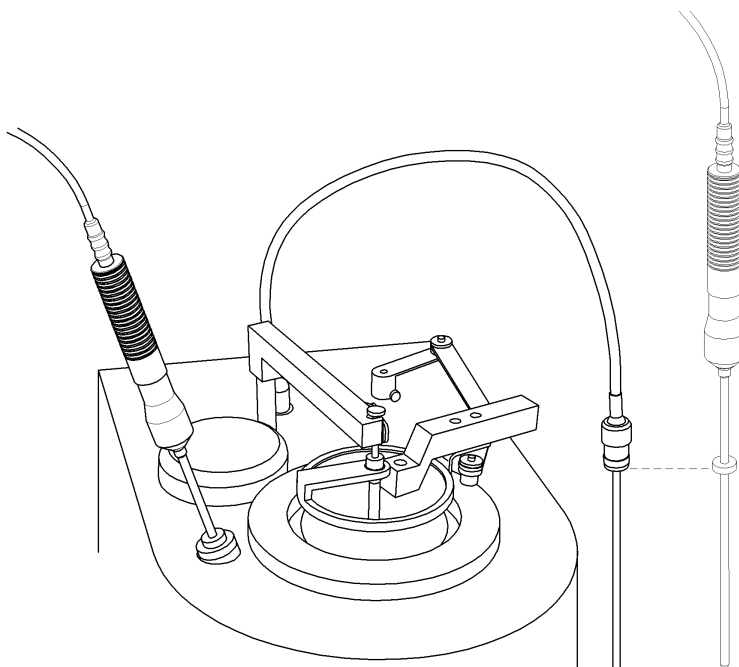

Рисунок 20 - Установка образцового термометра
5.7.1.4 Установить образцовый термометр в баню аппарата на глубину, равную длине датчика пробы (см. рисунок 20).